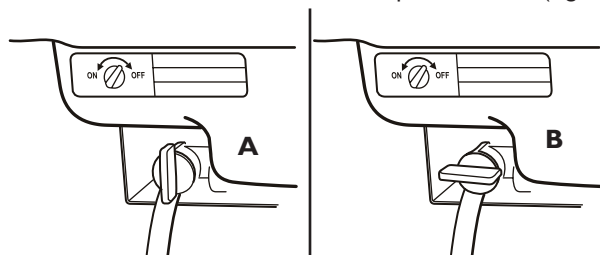

Figura 7 — Válvula de Combustible
2. Gire la válvula del combustible a la posición "On" (Figura 7).